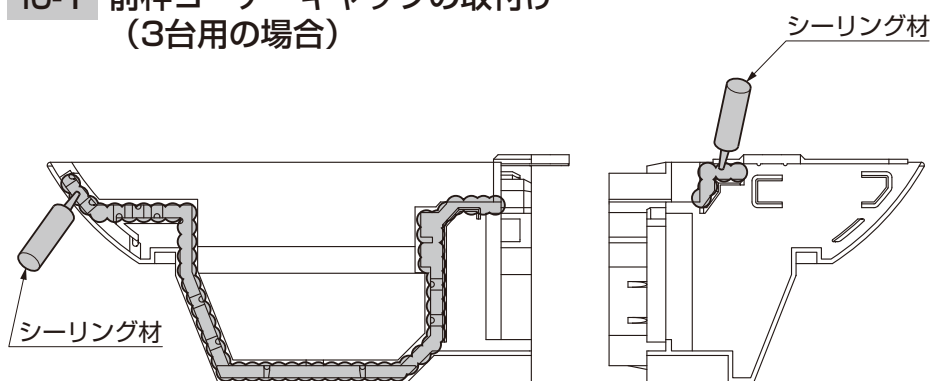

図10-1 前枠コーナーキャップのシーリング箇所
- ①前枠コーナーキャップにシーリングをしてください。(図10-1参照)